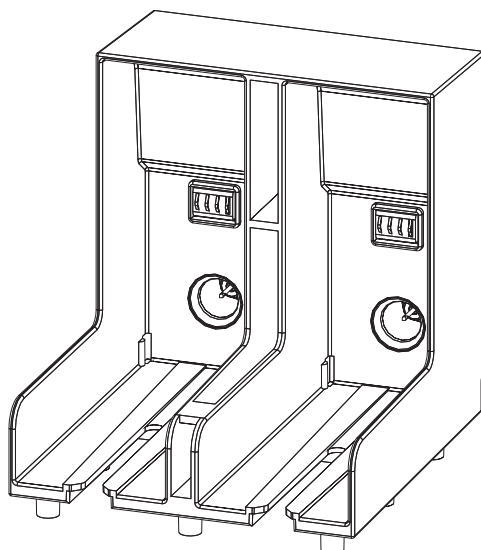

Figure 6-3 : Support et Logements de Cartouche
- 5 Insérez la cartouche d'encre neuve dans le support de cartouches en la plaçant dans le logement correspondant à son repère (Figure 6-3 page 6-6).